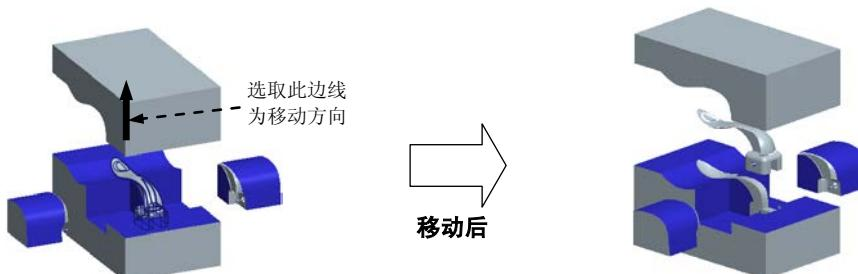

图 6.27 移动注射件
Step1. 参考 Stage3 的操作方法, 在模型中选取注射件, 选取图 6.27 所示的边线为移动方向, 输入要移动的距离值 50, 按 Enter 键。在“模具开模”菜单中选择 **Done (完成)** 命令, 完成注射件的开模动作。在 **MOLD OPEN (模具开模)** 菜单管理器中单击 **Done/Return (完成/返回)** 选项。